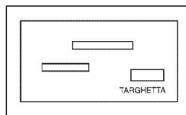

Fig 5.
12) Avant de brancher la machine s'assurer que le voltage du secteur correspond bien à celui indiqué sur la plaque signalétique posée à l'arrière de l'appareil. (Fig 5)